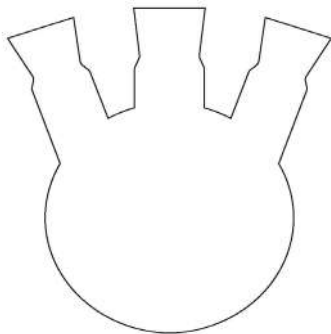

Рис. 40. Колба круглодонная
25. **Колба круглодонная с 2-мя и более горловинами** (рис. 40) — это стеклянная колба, чаще со шлифом, широко применяющаяся при проведении синтетических реакций, требующих одновременного подключения к работе нескольких приборов. Обычно синергистами в подобных опытах являются термометры, холодильники, воронки, мешалки и прочие инструменты.